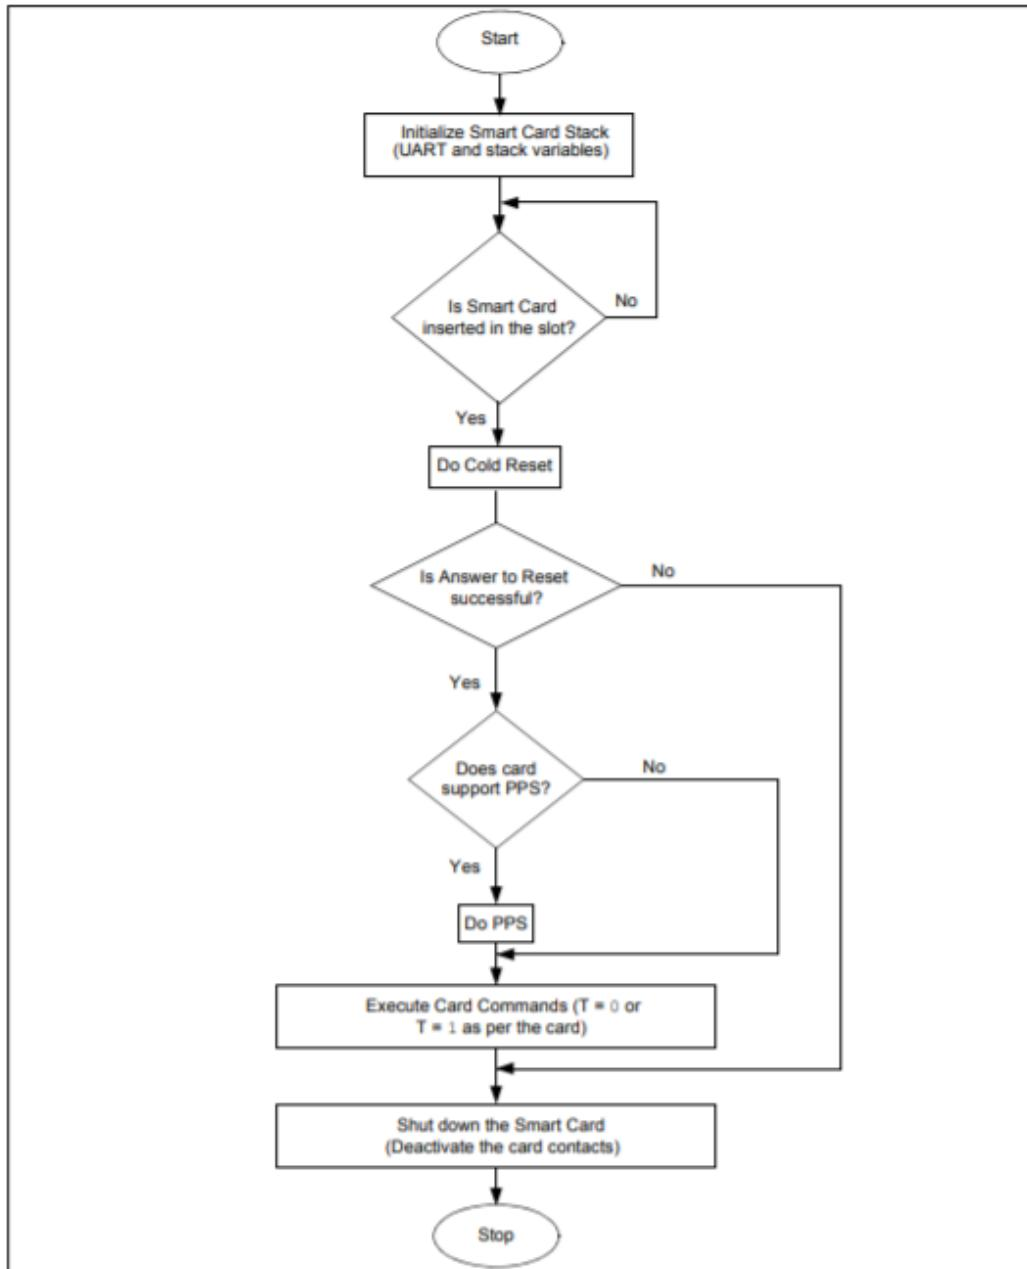

Figura 1.3: Software Flow
- **Fase di setup:** questa fase è necessaria per effettuare una prima comunicazione tra board e smartcard e viene effettuata a frequenza e voltaggio standard. Nello specifico osservando la Figura 1.3 è possibile osservare che, una volta che i pin sono messi in contatto, viene inviato verso la smartcard un segnale di reset (cold reset). A questo segnale la smartcard risponderà (Answer To Reset ATS) con una sequenza di Byte contenente tutte le informazioni necessarie per la futura comunicazione. Da qui può seguire una negoziazione dei parametri.